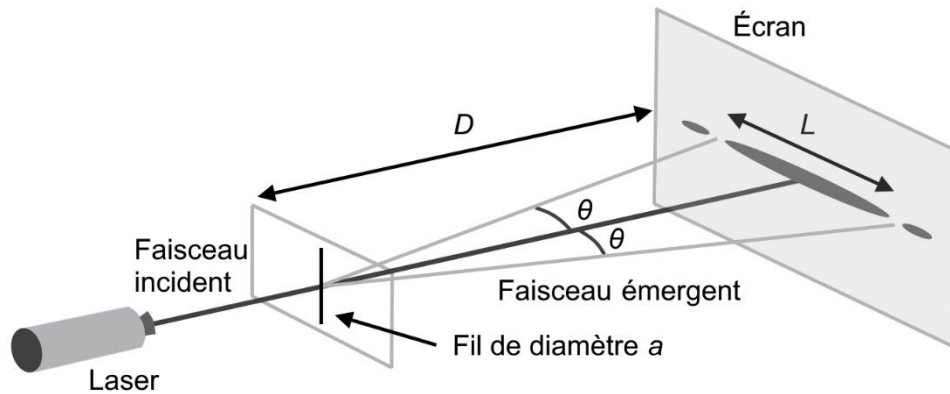

Figure 2 – Schéma du montage expérimental
Pour s'assurer de la valeur du diamètre d'un fil affichée à 0,45 mm sur une bobine pressentie pour fabriquer une harpe électrique, on utilise le dispositif schématisé sur la figure 2. Un fil de diamètre a est positionné sur le trajet d'un faisceau laser de longueur d'onde λ et un écran est placé à une distance D du fil. Une série de taches lumineuses apparaît sur l'écran.
Q.2. Exprimer l'angle caractéristique θ en fonction de la largeur L de la tache centrale et de la distance D , à l'aide de la figure 2 et en utilisant l'approximation des petits angles.
Le montage expérimental de la figure 2 est utilisé avec le fil dont on cherche à vérifier le diamètre a . La mesure de la largeur de la tache centrale pour ce fil est $L = 8,0 \text{ mm}$ avec une incertitude-type $u(L) = 0,5 \text{ mm}$.